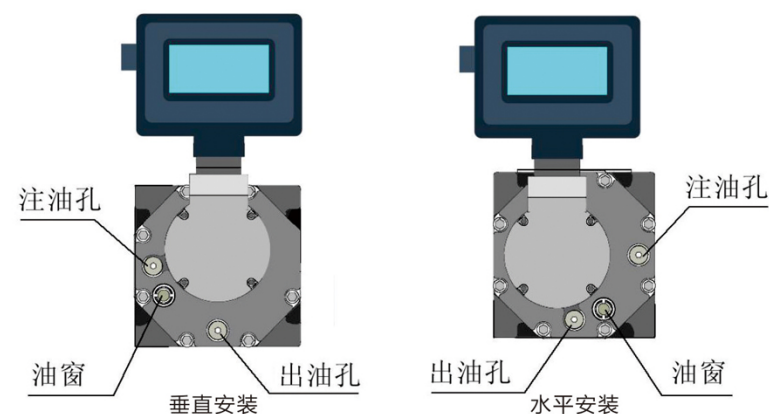

图8 加油和油窗的位置图
- ① 加注润滑油时，必须关闭流量计的前后阀门，将流量计内气体排空后，再加注润滑油；
- ② 首先将注油塞拧下，从注油孔处加入专用润滑油（每台流量计均配有一瓶专用润滑油），至油窗的中心刻度线（不能多加），然后再拧紧注油塞，具体的注油孔和油窗位置见图8；